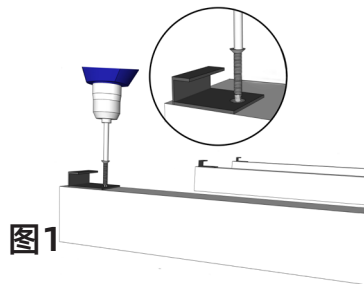

图1
- ① 根据龙骨间距表或施工图纸排根据龙骨间距表或施工图纸排布安装好龙骨。
- ② 确定卡件位置后钻好预钻孔，安装起始卡件(HLPM-037-3)如图1所示：